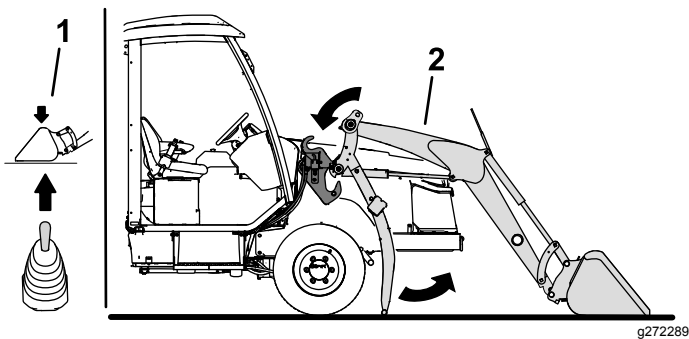

Figura 53
6. Avviate il motore e utilizzate il joystick del caricatore per abbassare i bracci di carico nei supporti del telaio del caricatore (Figura 53).